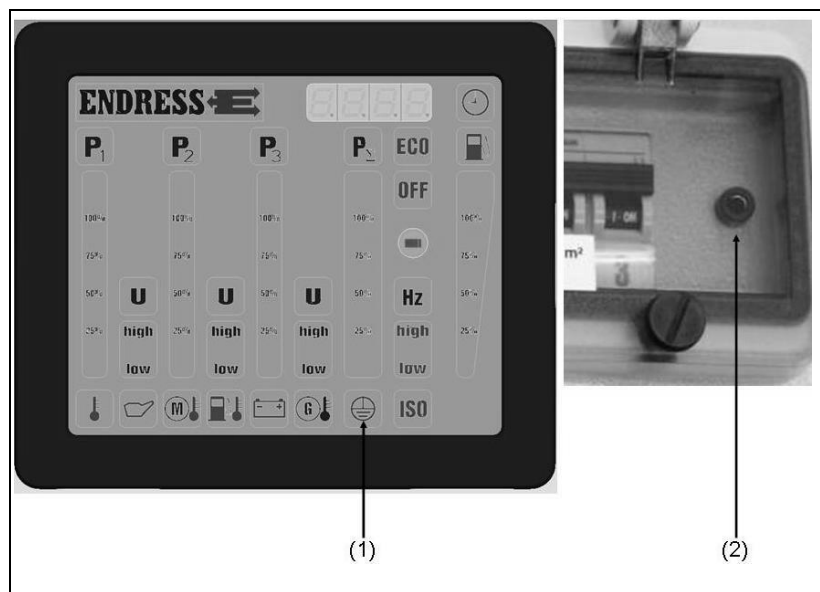

Abb. 4-4: Schutzleiter prüfen
1. Prüfkabel in Buchse (Abb. 4-4-(2)) einstecken.
- ✓ Die Prüflampe (Abb. 4-4-(1)) am Multifunktionsdisplay zeigt das Ergebnis an: